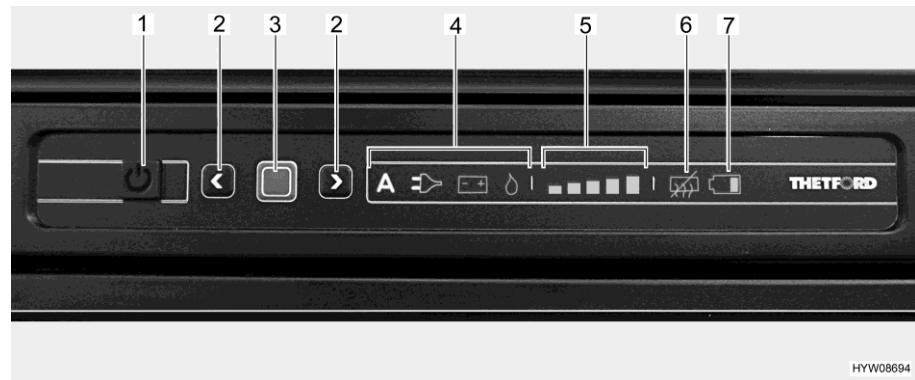

Bild 121 LED-Bedienfeld (Kühlschrank Thetford)
- Taste Ein/Aus (Bild 121,1) 1 Sekunde lang drücken. Die Taste leuchtet grün auf. Nach ca. 10 Sekunden wird die Anzeige aus Energiespargründen gedimmt.
- Bestätigungstaste (Bild 121,3) drücken. Die zuletzt gewählte Betriebsart wird angezeigt.
- Bestätigungstaste (Bild 121,3) ca. 2 Sekunden lang drücken. Die Betriebsartensymbole blinken.
- Manuelle Energiewahl: Mit den Pfeiltasten (Bild 121,2) die gewünschte Energiequelle auswählen.
- Automatische Energiewahl (nur bei Ausführung mit automatischer Energiewahl): Mit den Pfeiltasten (Bild 121,2) die Betriebsart "A" auswählen.
- Auswahl mit Bestätigungstaste (Bild 121,3) bestätigen.
- Bestätigungstaste (Bild 121,3) erneut drücken. Die Kühlstufen-Anzeige (Bild 121,5) blinkt.
- Zum Ändern der Einstellung die Pfeiltasten (Bild 121,2) drücken, bis die gewünschte Einstellung angezeigt wird.
- Taste Ein/Aus (Bild 121,1) etwa 2 Sekunden lang drücken. Alle Leuchten erlöschen. Der Kühlschrank ist abgeschaltet.
Nach dem Einschalten wählt der Kühlschrank automatisch die zuletzt gewählte Thermostat-Einstellung. Diese Einstellung kann manuell mit den Pfeiltasten (Bild 121,2) nachgeregelt werden. Es dauert einige Stunden, bis der Kühlschrank die normale Betriebstemperatur erreicht hat. Beim Umschalten auf eine andere Betriebsart wird die Thermostat-Einstellung beibehalten.